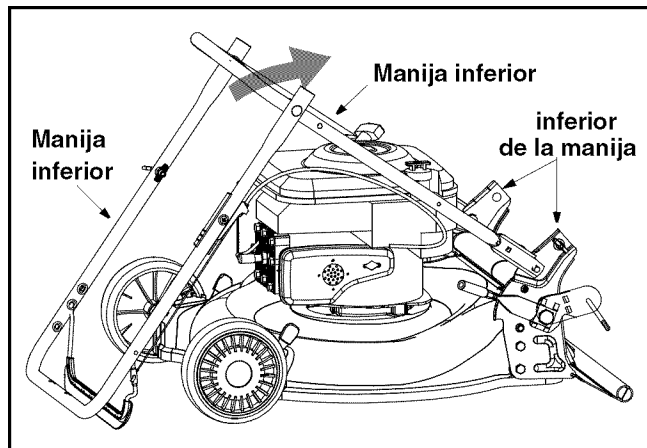

Figura 1
- Levante la manija superior y tire de ella hacia atrás para elevar la manija hacia la posición de funcionamiento. Vea la Figura 1. Compruebe que la manija inferior esté firmemente asentada en el montaje del soporte de la manija.